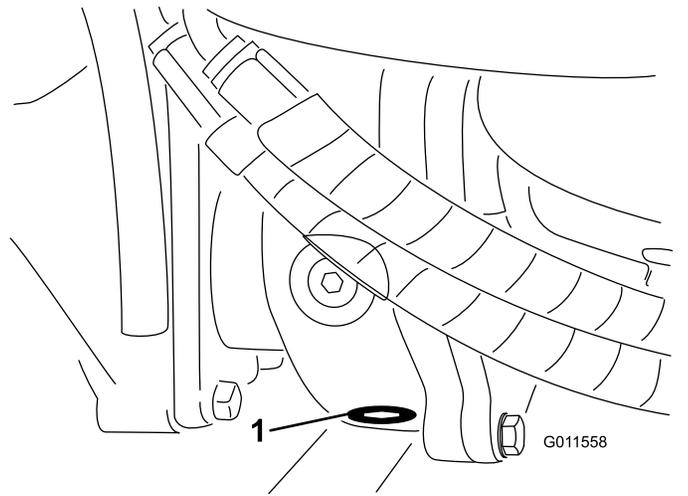

**Figura 70**
2. Pulite attorno ai tre tappi di spurgo, uno per lato ed uno in centro (Figura 70).